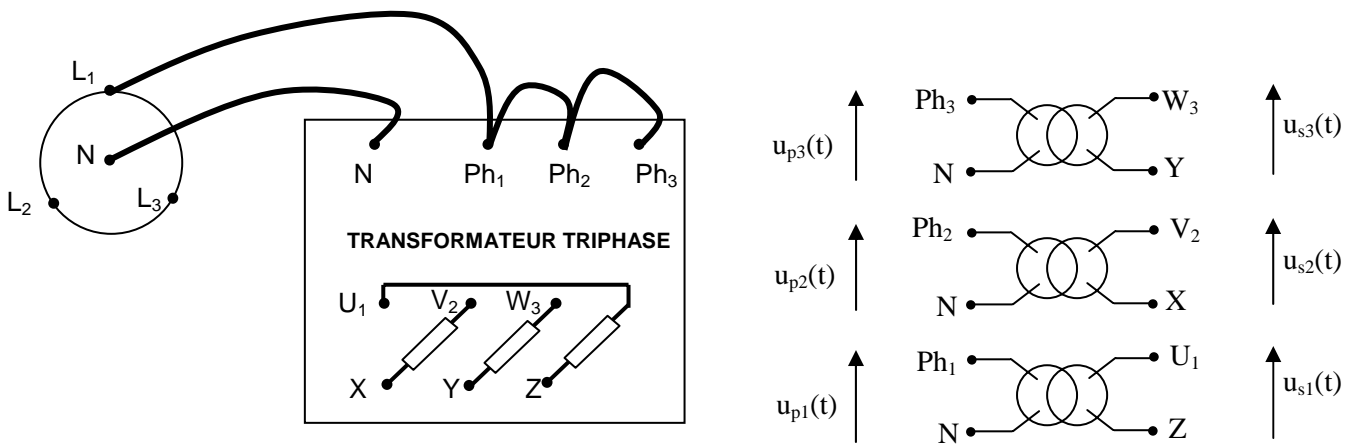

Figure 2
- Réalisez le montage de la figure 2. Il consiste à alimenter les trois enroulement du primaire avec la même phase (L1 par exemple). Les valeurs efficaces de $u_{s1}(t)$, $u_{s2}(t)$ et $u_{s3}(t)$ sont identiques.